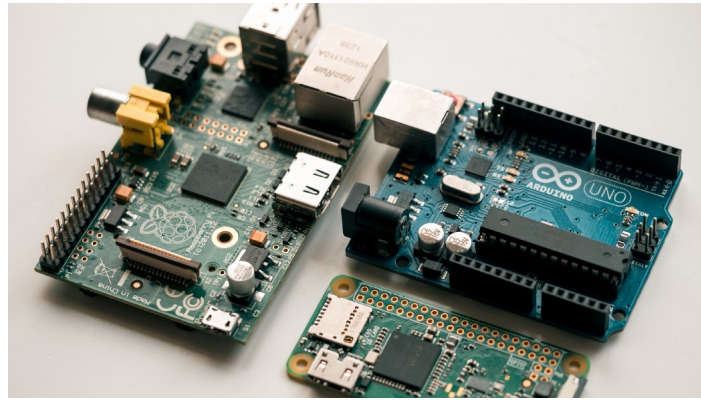

Figure 1: Quelques cartes pour réseaux intelligents.
5. Donnez quatre (04) tâches à effectuer afin de sécuriser les dispositifs des réseaux intelligents ?
6. Donner deux (02) avantages des réseaux intelligents.
7. Identifiez et classifiez les cartes de la figure 1 en carte à microcontrôleurs ou en carte à microprocesseur.